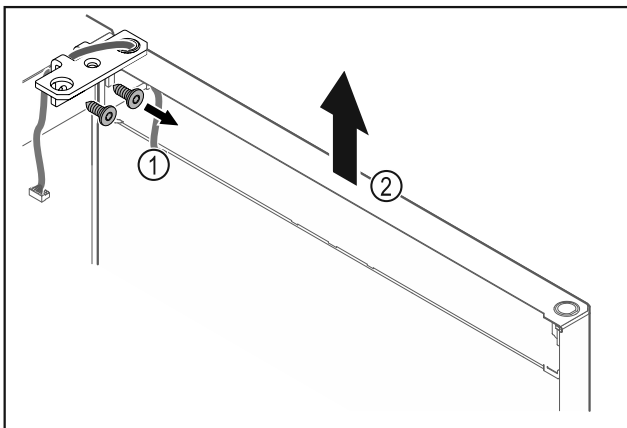

Fig. 24
- ▶ 拧下合页角铁 Fig. 24 (1)。
- ▶ 将冰箱门连同合页角铁一起笔直向上提升 Fig. 24 (2) 大约 200 mm 并取下。